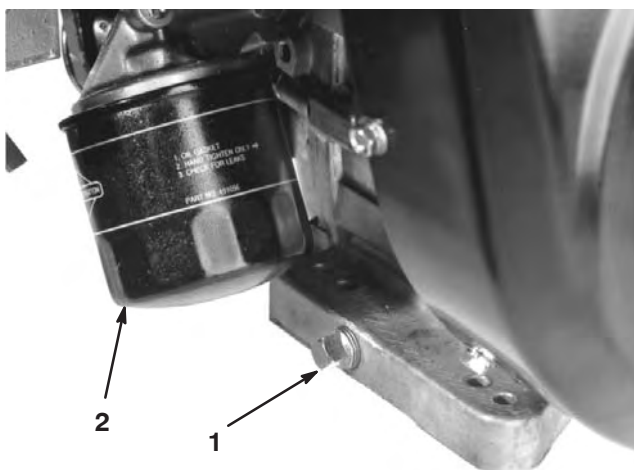

Bild 34
1. Entfernen Sie die Ablassschraube (Bild 34) und lassen das Öl in ein Auffanggefäß ab. Schrauben Sie die Ablassschraube wieder ein, nachdem das Öl abgelaufen ist.
2. Entfernen Sie den Motorölfilter (Bild 34). Ölen Sie die neue Dichtung am Ölfilter leicht mit frischem Öl ein.